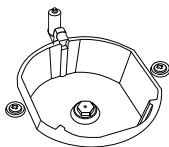
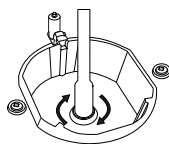

Figure 6
Figure 7
2. Veuillez retirer le gicleur (figure 6) du brûleur à l'aide d'un tournevis spécial et installez un nouveau gicleur. (figure 7)